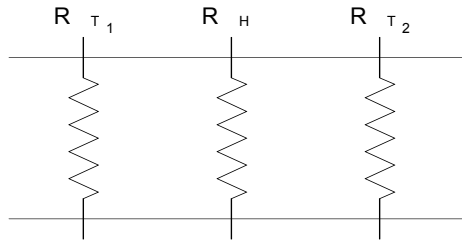

Abbildung 18-1: Grundaufbau eines Massendurchflusssensors.
Das Prinzip des Massendurchflusssensors basiert auf der Übertragung der durch Gasdurchsatz, der die Oberfläche des Fühlers der Messgrößenumformers durchläuft, entstehenden Wärme. Der Messfühler setzt sich aus einem Heizwiderstand (RH) und wärmeempfindlichen Widerständen (RT1 und RT2) zusammen, die im Inneren eines Rohres, das vom Gas durchquert wird, angebracht worden sind (siehe Abbildung 18-1). (Ein drittes, temperaturempfindliches Element ist für die Regelung des Heizwiderstandes vorhanden).